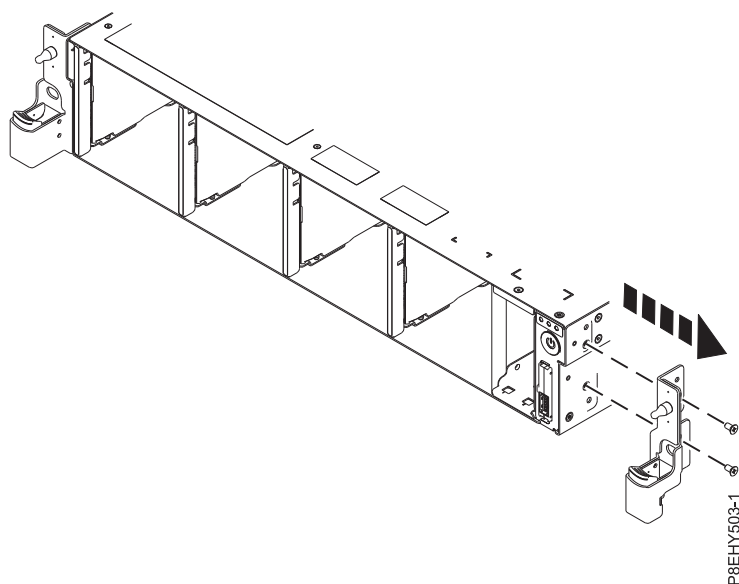

Figure 20. Retrait du support d'installation en armoire
7. Retirez le support d'installation en armoire du côté du système. Voir figure 20.